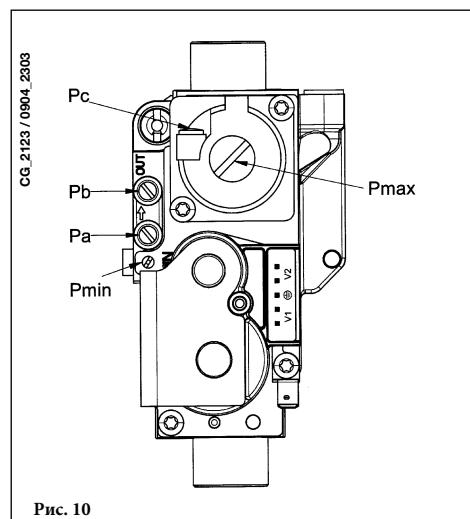

Рис. 10
- Подключите положительный вход дифференциального манометра, предпочтительно жидкостного, к точке измерения давления (Pb) газового клапана (Рисунок 10). Подключите, только для моделей с закрытой камерой, отрицательный вход этого же манометра к специальному тройнику, позволяющему соединить между собой компенсационную точку котла, компенсационную точку газового клапана (Pc) и сам манометр. (Аналогичное измерение можно выполнить, подсоединив манометр к точке измерения давления (Pb) и без передней панели закрытой камеры);
- Отрегулировать винт "Рмакси/Рмин" (рисунок 10) до получения величины давления, указанной в Таблице 1.